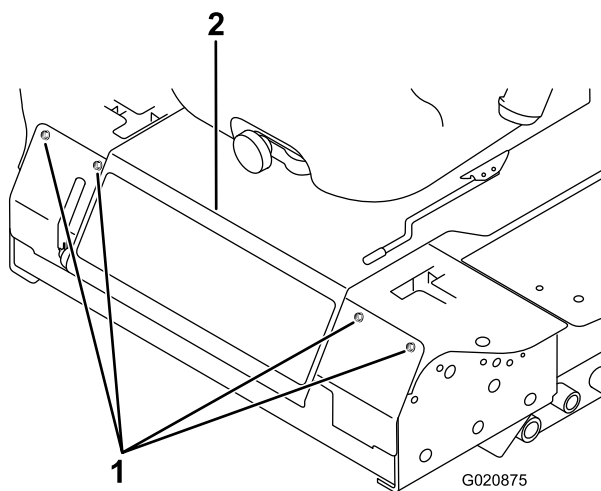

Bild 86
3. Nehmen Sie die Schrauben ab, mit denen die Frontplatte befestigt ist, und nehmen Sie sie ab (Bild 86).